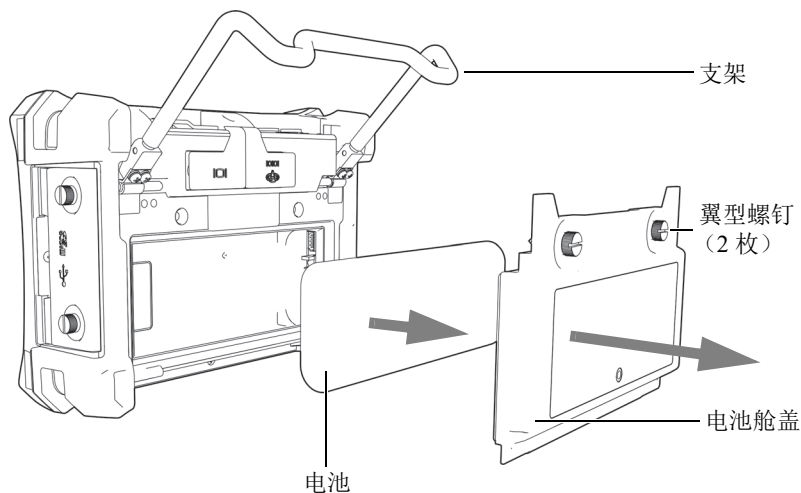

图 1-10 取出锂离子电池
2. 拧松仪器背面固定电池舱盖的两个翼型螺钉（参见第 34 页的图 1-10）。
3. 取下电池舱盖（参见第 34 页的图 1-10）。